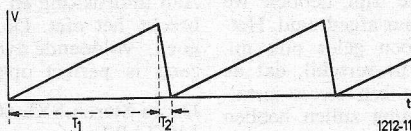

Fig.11
- a. De horizontale afbuiging komt tot stand door een z.g. zaagtandspanning (fig. 11). Hierbij neemt de spanning V gedurende tijd T_1 , waarin het beeld wordt geschreven, lineair met